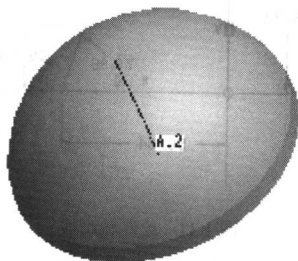

图 1-16 产生旋转实体
18. 单击系统工具栏中的视图列表按钮，选择【标准方向】选项，结果如图 1-16 所示。